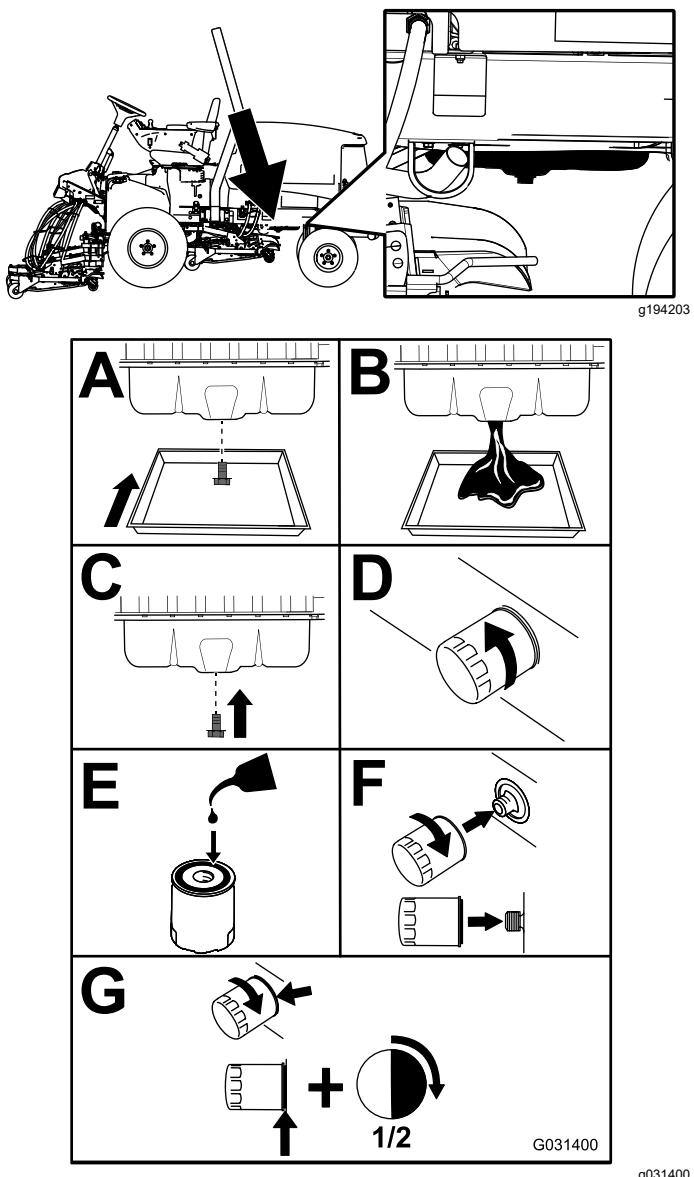

Рисунок 75
3. Замените моторное масло и масляный фильтр (Рисунок 75).